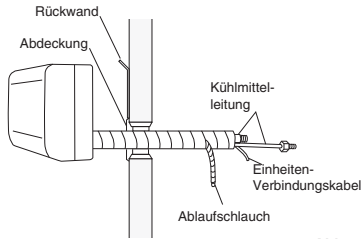

Abb. 3-60
- (1) Die Kühlmittelleitung so biegen, dass sie mühelos in die Wandöffnung gepasst werden kann. (Abb. 3-60)